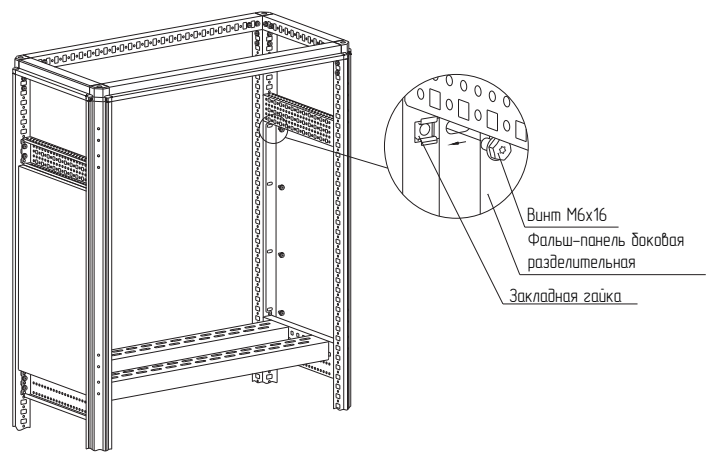

Рисунок 44
- вариант 2. Набором «закладная гайка М6 – винт М6х 12 – шайба 6». Для этого предварительно установить закладные гайки в квадратные отверстия вертикальных дополнительных стоек и закрепить фальш-панель боковую разделительную винтами М6х 16 с шайбами 6 (рисунок 44). Момент затяжки – 7 Н·м. Набор крепежа приобрести отдельно.